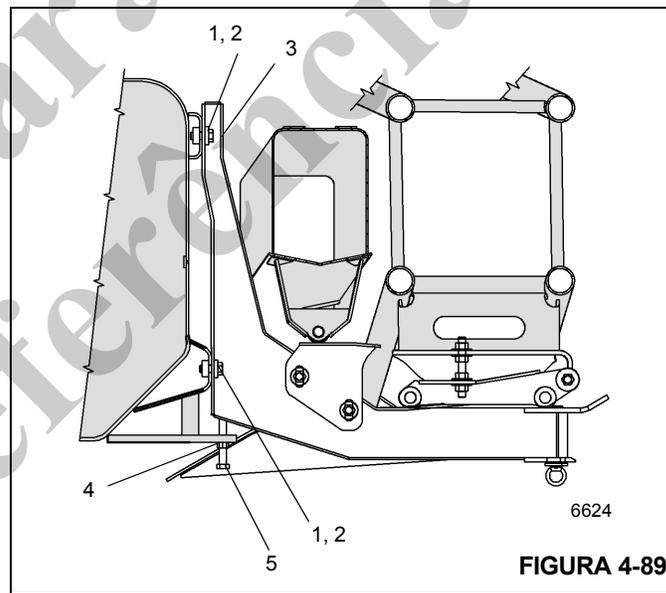

FIGURA 4-89
1. Solte os itens 1 e 2 que fixam o item 3 (Figura 4-89).
2. Solte o item 4 que fixa o item 5.
3. Ajuste o item 5 para mover o item 3 até sua altura máxima na lança.
4. Aperte os itens 1 e 2 que fixam o item 3 (Figura 4-89).
5. Aperte o item 4 que fixa o item 5.